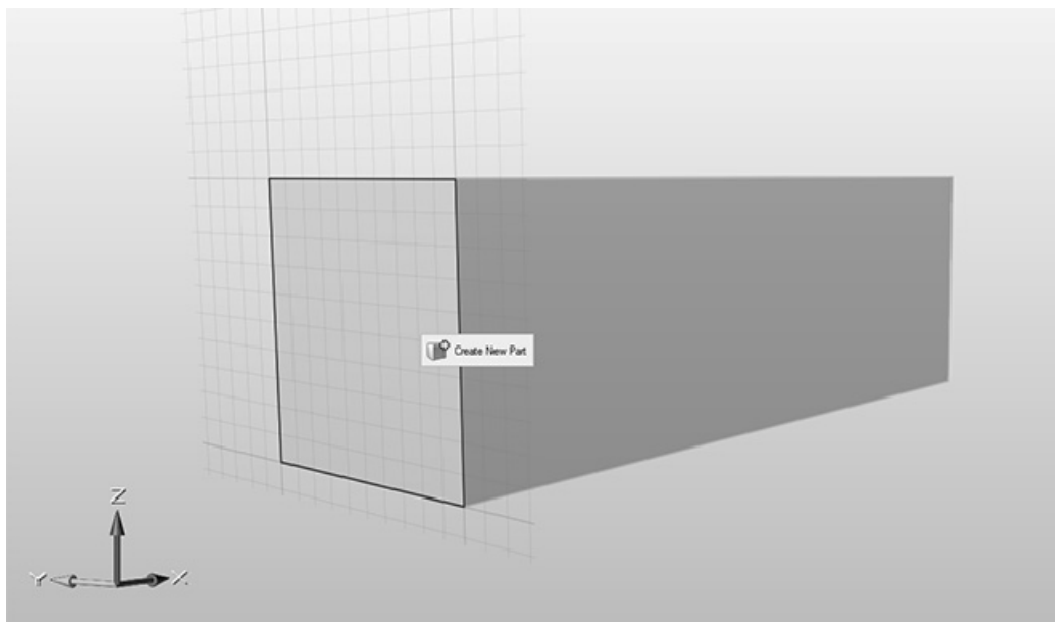

图 4-9
2) 单击已创建实体一端的正方形作为草绘平面，如图 4-9 所示。